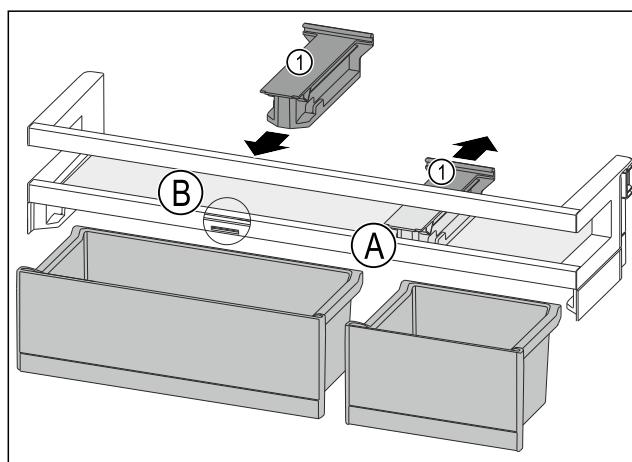

Fig. 116
- ▶ Retirer la pièce de retenue Fig. 116 (1) en position Fig. 116 (A) vers l'arrière.
- ▶ Mettre la pièce de retenue Fig. 116 (1) en position Fig. 116 (B).